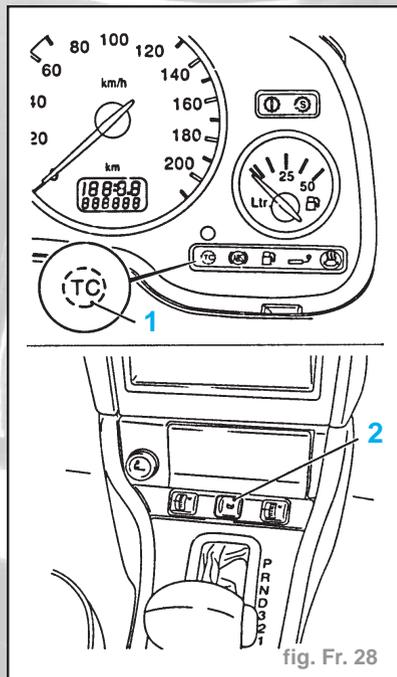

fig. Fr. 28
- Lorsque le système TC est actif, la lampe-témoin du système TC clignote (1) dans l'ensemble instruments. La diminution de puissance du moteur se manifestant pendant l'opération de réglage se fait remarquer par le fait que le moteur ne réagit plus comme d'habitude lorsque la pédale d'accélérateur est actionnée (fig. Fr. 28).